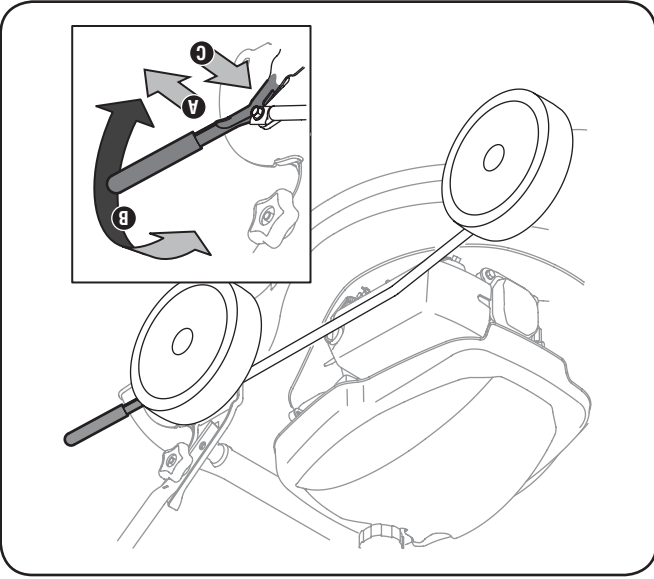

Figure 3-8
1. La manette de réglage se trouve au-dessus de la roue arrière gauche. Voir la Fig. 3-8.